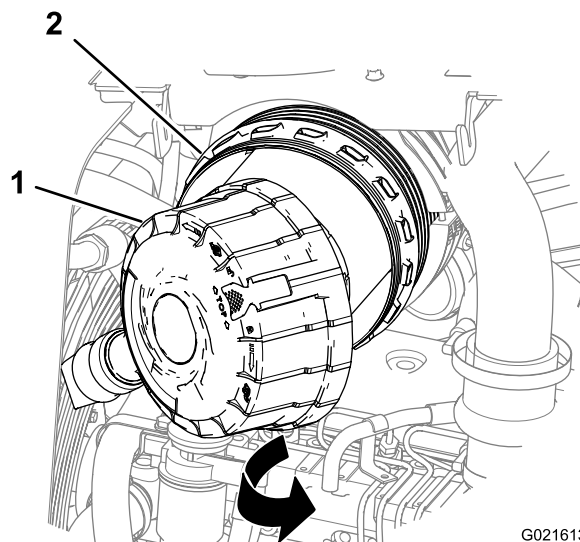

Рисунок 49
4. Оттяните крышку воздухоочистителя от корпуса фильтра, чтобы снять крышку (Рисунок 49).
2. Совместите крышку воздухоочистителя с его корпусом (Рисунок 49).
3. Очистите внутреннюю поверхность корпуса воздухоочистителя чистой влажной тканью (Рисунок 49).
3. Очистите внутреннюю поверхность корпуса воздухоочистителя крышки чистой влажной тканью (Рисунок 49).